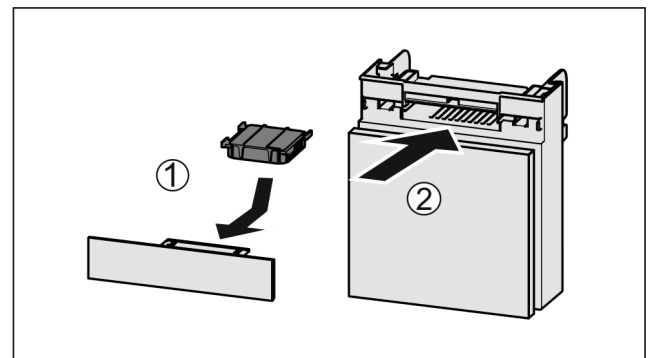

Fig. 109
- ▶ Вставити фільтр з активованого вугілля за малюнком Fig. 109 (1).
- ▶ Вставити відділення Fig. 109 (2).